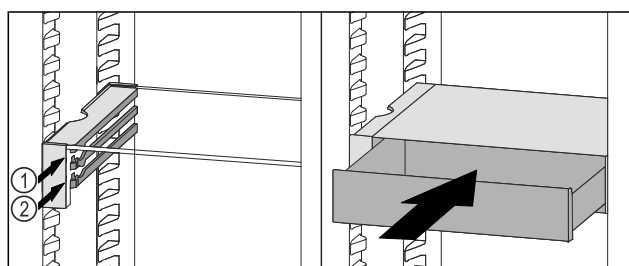

Fig. 103
- ▶ 将 VarioSafe 抽屉放置在所需肋梁 Fig. 103 (1) 或 Fig. 103 (2) 上的止挡器后面。